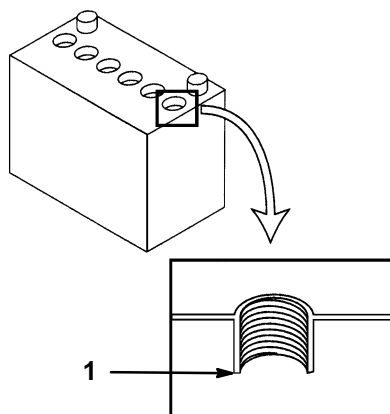

Abbildung 57
4. Die Zellenabdeckungen öffnen, um in die Zellen zu sehen. Die Füllsäure muß bis zum unteren Teil der Röhre reichen (Abb. 57). Der Füllsäurestand darf nicht unter die Platten fallen.
2. Die Deckel abnehmen (Abb. 57).
3. Langsam destilliertes Wasser in jede Batteriezelle gießen, bis die Flüssigkeit bis zum unteren Teil der Röhre reicht (Abb. 57).